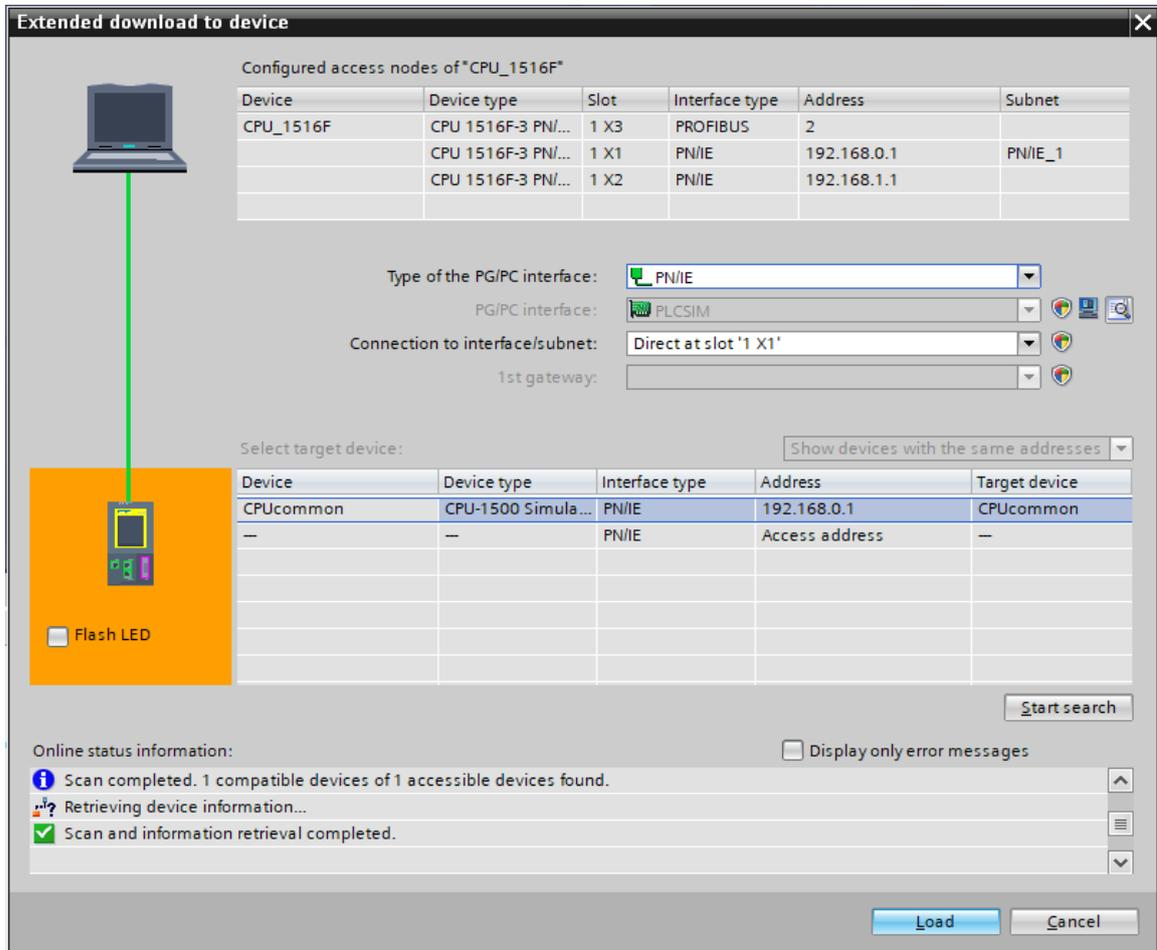

figura 12: Carregar no CLP virtual
- A janela "Extended download" (Carregamento avançado) é aberta. Conforme indicado na figura 12, selecione o tipo "**PN/IE**" como interface PG/PC e selecione PLCSIM como interface. A conexão é realizada no **slot '1 X1'**. Inicie uma pesquisa. O CLP virtual da instância PLCSIM Advanced deve ser encontrado. Encerre o processo clicando no botão "**Load**" "Carregar".
Pode acontecer que o menu de seleção da interface PG/PC, conforme mostrado na figura 12, exiba o valor PLCSIM em cinza. Isso ocorre quando nenhuma outra interface ativa, além do PLCSIM, está disponível. Nesse caso, você pode prosseguir.